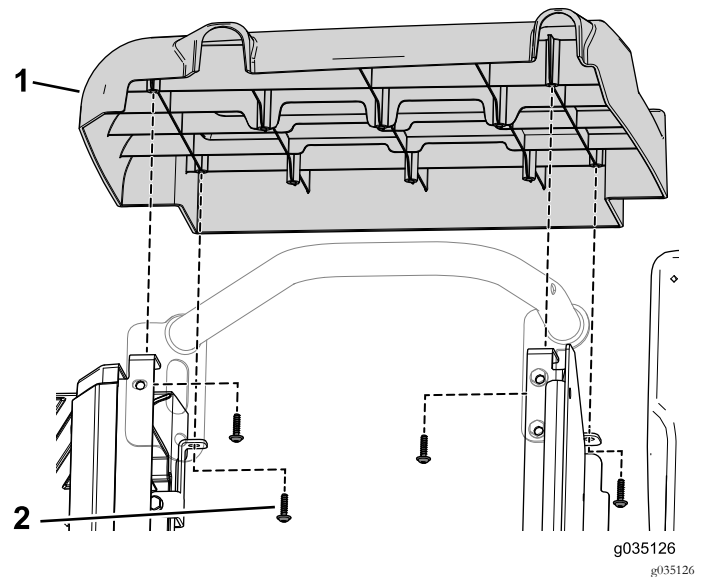

Bild 95
5. Befestigen Sie die linken und rechten Seitenplatten aus dem Kit mit den acht Blechschrauben ($\frac{3}{32}$ " x $\frac{7}{8}$ ") am vorderen Sitzunterteil (Bild 95).